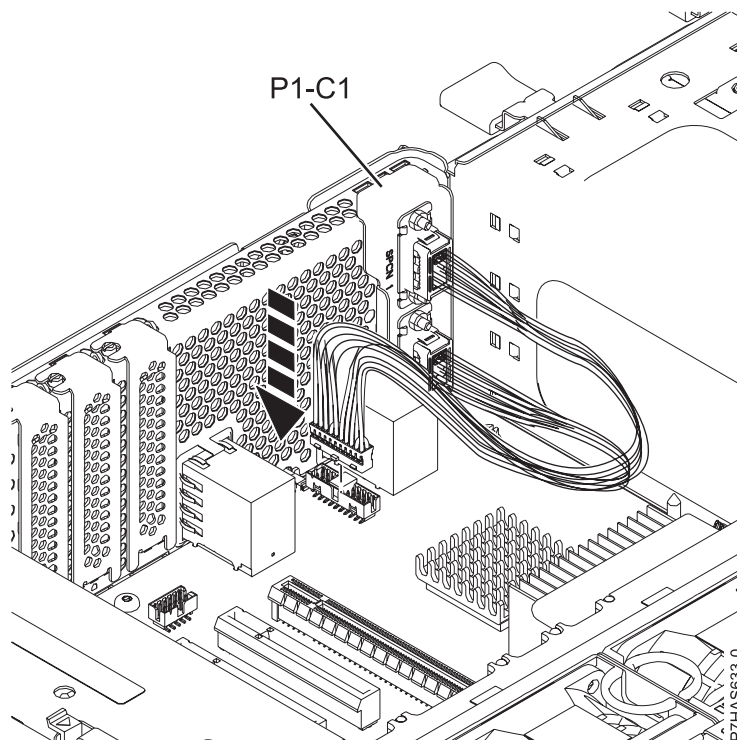

Figura 12. Substitució del conjunt del cable SPCN
- a. Agafeu amb compte el conjunt del cable SPCN de 2 ports FC EJ0G (C) que es mostra a la Figura 12 a la pàgina 14 per la peça de contrapunt superior i alineu-la amb l'orifici de la ranura 1 de l'adaptador GX (P1-C1) a la part posterior del xassís.
- c. Endol·leu l'altre extrem del cable al connector de la placa posterior del sistema, tal com es mostra a la Figura 12 a la pàgina 14.